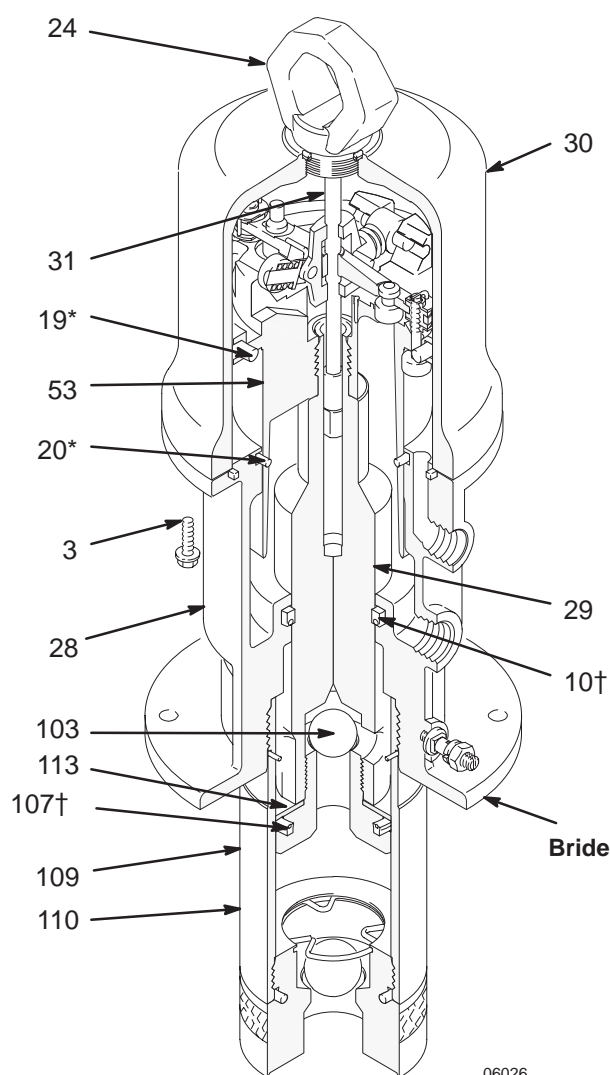

Fig. 3
2. Déconnecter les flexibles, déposer la pompe de son support et serrer l'embase (28) du moteur pneumatique en position horizontale en serrant les mâchoires sur la bride.
3. A l'aide d'une clé à sangle, dévisser le cylindre de la pompe (110) de l'embase du moteur pneumatique (28). Voir la Fig. 3.
4. Sortir l'embase moteur de l'étau et placer les méplats de la tige de piston (29) dans l'étau, avec le moteur pneumatique en haut.
5. Desserrer l'anneau de levage (24). Tirer l'anneau vers le haut, saisir la tige (31) avec la pince anti-rayures et dévisser l'anneau de la tige.
6. Enlever le piston/siège de soupape (109) de la tige (29) à l'aide de clés ou de l'étau et d'une clé.
7. Enlever la bille de piston (103), le joint en U (107†) et la rondelle du piston (113).
8. Enlever les six vis (3) en maintenant le cylindre (30) sur l'embase (28). Soulever le cylindre avec précaution en le tenant bien droit et le sortir du piston (53).
12. Faire descendre avec précaution la tige de piston (29) à travers le joint et abaisser le piston (27) sur l'embase du moteur (28).
13. Fixer l'embase (28) du moteur pneumatique dans un étau en serrant les mâchoires sur la bride.
14. Mettre en place le joint en U (107†) avec les lèvres vers le haut et la rondelle du piston (113) sur le piston/siège de soupape (109).
- REMARQUE:** Veiller à ce que les lèvres du joint en U (107†) soient bien tournées vers le haut. Voir la Fig. 3.
15. Placer la bille de soupape (103) sur la tige du piston (29)
16. Enduire le filetage du piston/siège de soupape (109) de Loctite® et visser l'ensemble du point 14 sur la tige de piston (29).
17. Serrer les méplats du piston/siège de soupape (109) dans un étau et, à l'aide d'une clé à pied d'oiseau, serrer la tige de piston (29) sur le siège de la soupape de piston entre 40 et 60 ft-lb.
18. Fixer l'embase (28) du moteur pneumatique dans un étau en serrant les mâchoires sur la bride.
19. Visser le cylindre (110) de la pompe sur l'embase du moteur (28) à l'aide d'une clé à sangle et serrer à un couple de 95 – 105 ft-lb à l'aide d'une clé à pied d'oiseau.